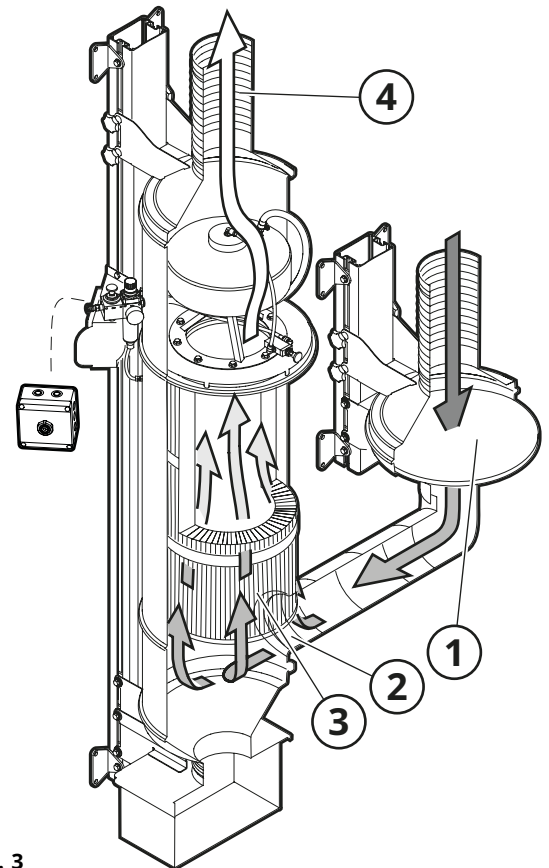

Fig. 3
Smutsig luft tas in via Förfilter CVM (1, **Fig. 3**) som reducerar eventuella gnistor. Sedan passerar luften via inlopp (2) och renas genom det vertikalt monterade filtret (3). Därefter sugs den reade luften ut via utlopp (4) till frånluftsfläkt.